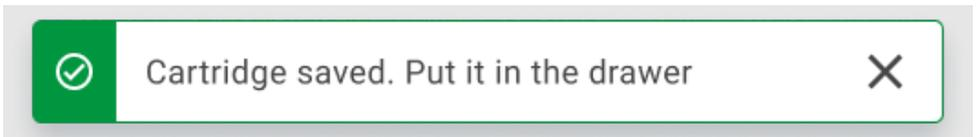

Figura 59. Pantalla Cartridge saved (Cartucho guardado).
10. Después de un escaneo correcto, aparecerá brevemente el siguiente cuadro de diálogo en la parte superior de la pantalla (figura 59)